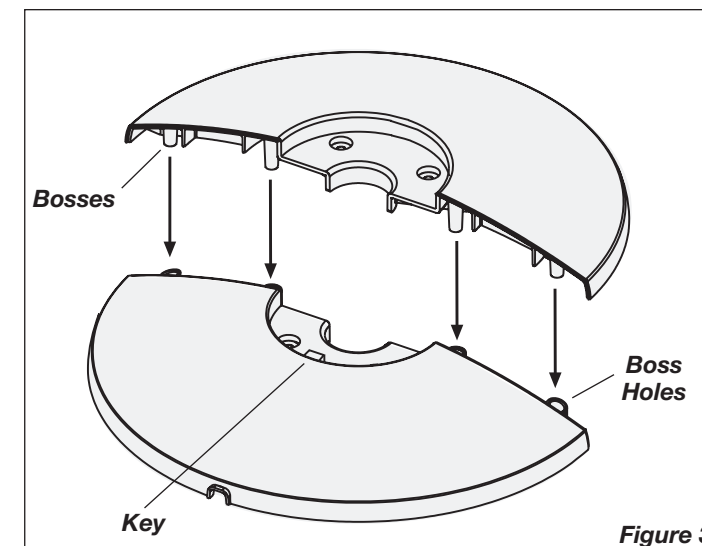

Figure 3
3. Assemble the Base by interlocking the **Bosses** into the **Boss Holes**. (Figure 3)
3. Arme la base enclavando las **Protuberancias** en los **Orificios para Protuberancias**. (Figure 3)